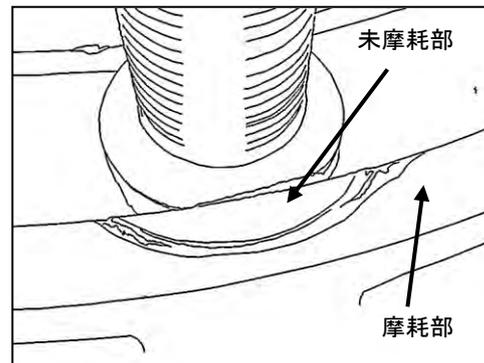
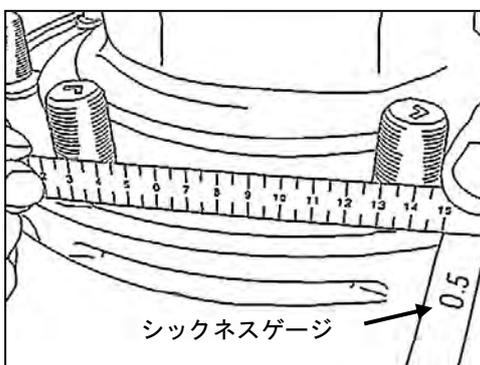

図2 A部詳細
図3
- 1) アクスルのスピンドル部のインナ・ベアリング挿入R部(図2参照)に亀裂、損傷などがないか確実に点検する。
- 2) アクスル・チューブとスピンドルの溶接部(図2参照)に亀裂、損傷などがないか確実に点検する。
- 1) 上記1の点検に加え、スピンドルのインナ・ベアリング挿入部径(図2①部)およびアウト・ベアリング挿入部径(図2②部)の測定を図3に示す要領でマイクロメーター等を用いて行う。
2. 2箇所(図3)の未摩耗部に直定規を渡し、外側の脇にて段差を計測する。(図3)